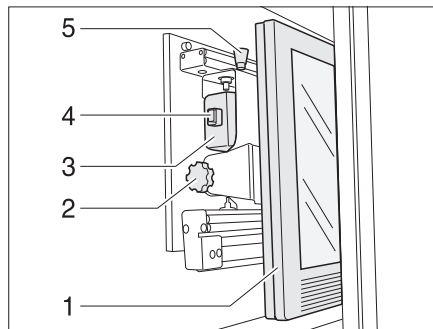

Bild 103 TV-Schrank
- Entriegelungsknopf (Bild 103,5) drücken und Halterung für den Flachbildschirm am Griffstück (Bild 103,4) bis zum Anschlag nach vorn ziehen.
- Entriegelungsknopf (Bild 103,1) ziehen und Flachbildschirm (Bild 103,2) in die gewünschte Position schwenken.
- Rändelschraube (Bild 103,3) lösen.